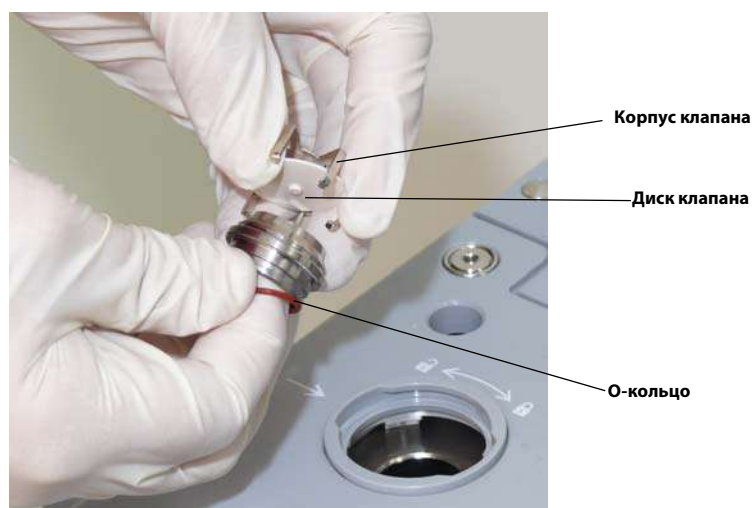

РИСУНОК 7-12 Извлечение корпуса клапана
2. На этом этапе будет удален корпус клапана (см. РИС. 7-12). На шести зубцах корпуса клапана есть выступы, которыми он фиксируется в узле клапана. С учетом предыдущего **предупреждения** извлекать корпус клапана следует двумя руками, аккуратно поворачивая зубцы, чтобы освободить выступы. Когда корпус клапана будет извлечен из узла, убедитесь, что диск клапана не выпал.
3. Удалите диск клапана из корпуса, как показано на РИС. 7-12.
4. Снимите О-кольцо с нижней части узла клапана, как показано на РИС. 7-12.